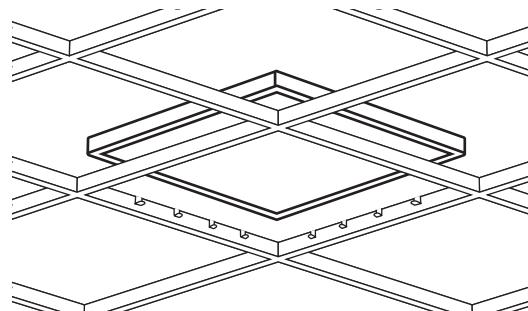
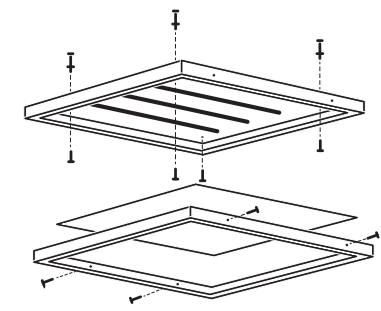

Рис. 1 Схема монтажа в потолок Грильято светильника PPL 588/G
Рис. 2 Схема накладного монтажа светильника PPL 588/G
- 1.6 Светильник предназначен для встраиваемого монтажа в потолки типа «Грильято» (см. рис. 1), а также на любые ровные поверхности накладным способом (см. рис. 2).
- 8.2 **Встраиваемый монтаж** в потолок типа «Грильято» производить согласно Рис.1
- 8.3 **Накладной монтаж** производить согласно Рис.2